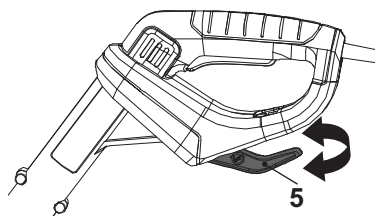

Fig. 29
3. Gire el protector de plantas (13) si es necesario.
4. Gire el retenedor de cable (giratorio) (5) y asegúrese de que la punta del retenedor de cable (giratorio) (5) apunte hacia atrás (Fig. 29).